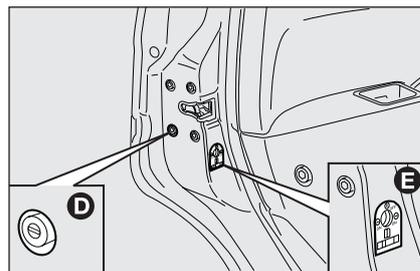

fig. 12
- inserimento dispositivo **D-fig. 12** blocco apertura dall'esterno delle porte anteriori e posteriori quando l'impianto elettrico risulta non funzionante (es. batteria scarica);
- inserimento dispositivo di sicurezza bambini **E-fig. 12** su porte posteriori.